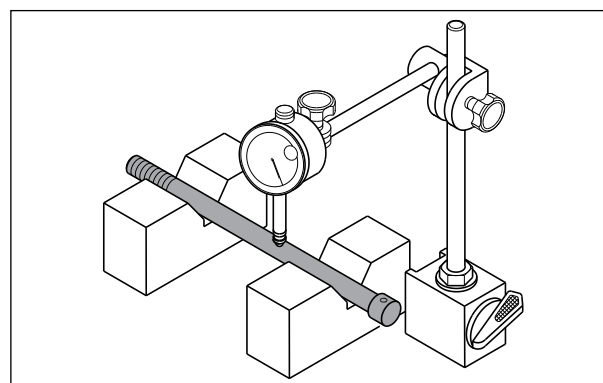

Fig. 6.15
- Usando ferramentas especiais, verifique o empenamento do eixo dianteiro (linearidade) e substitua o eixo por um novo, se o empenamento exceder o limite. (Fig. 6.15)